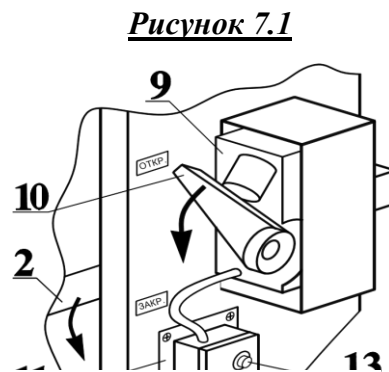

Рисунок 7.1
5.7. В механизме электромагнитного привода за рычагом (поз.10, рис.7.1) находится собачка его механической блокировки. Во избежание травмирования при случайном её нажатии запрещается доступ в механизм привода при его взведенном состоянии (рычаг 10 в положении как на рис. 7.1).
- S1 – кнопка (поз.13, рис.7.1), при нажатии замыкает цепь срабатывания электромагнита привода
Для клапанов НО и НЗ с электромагнитным приводом М220 / М24 (рис.7.1):